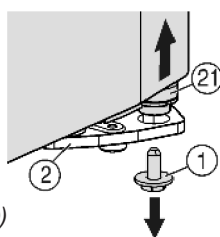
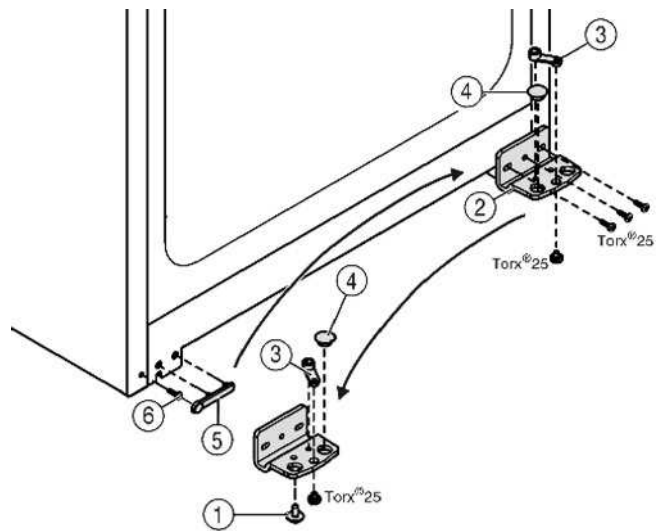

Рис. 4
Рис. 5
- ▶ Опорный стержень (рис. 4 (21)) должен выйти из петли (рис. 5 (2)).
- ▶ Если опорный стержень (рис. 4 (21)) не выходит, выдавите его снизу.
- ▶ Выкрутите петлю (рис. 5 (2)).
- ▶ Выкрутите опорный элемент (рис. 5 (3)), переустановите его в отверстие с противоположной стороны петли и плотно закрутите.
- ▶ Выньте из петли заглушку (рис. 5 (4)) и переустановите ее в приемное отверстие на противоположной стороне петли.
- ▶ Аккуратно приподнимите и снимите крышку (рис. 5 (5)) со стороны ручки.
- ▶ Выкрутите винт (рис. 5 (6)) и переустановите его с противоположной стороны.
- ▶ Установите крышку (рис. 5 (5)) обратно.
- ▶ Плотно вкрутите петлю (рис. 5 (2)) в месте установки на другой стороне двери (**с моментом затяжки 4 Нм**), по возможности используя электроотвертку.
- ▶ Вставьте крепежный винт (рис. 4 (1)) внизу в опорный стержень и закрутите его (**с моментом затяжки 4 Нм**).